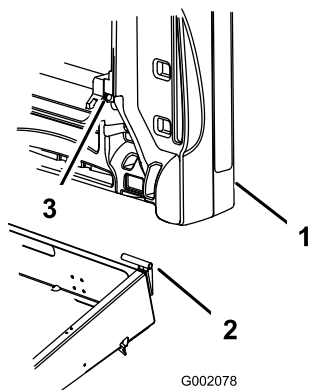

Figura 12
3. Posizionate il foro di montaggio del cassone sulla staffa orientabile (Figura 12).